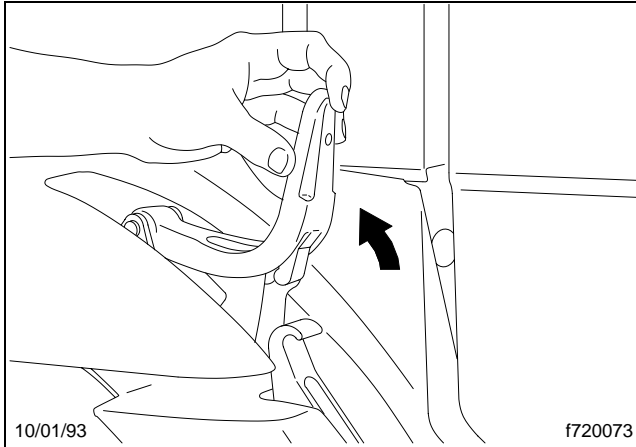

Figura 2.16, Desenganche del capó
2. Desenganche ambos cierres de anclaje del capó tirando de los extremos hacia arriba (**Figura 2.16**).